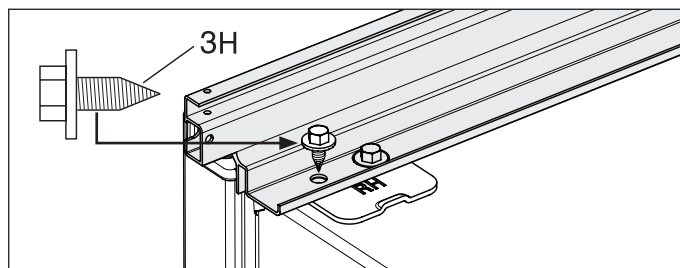

Figura 11
9. a. Quite el tornillo de la bisagra exterior común en ambos lados para una instalación doble (para una instalación simple, este tornillo se quita en el paso 6). Alinee la moldura superior y sujete con una llave de 3/8". Repita para el lado opuesto. (Consulte la Figura 11).